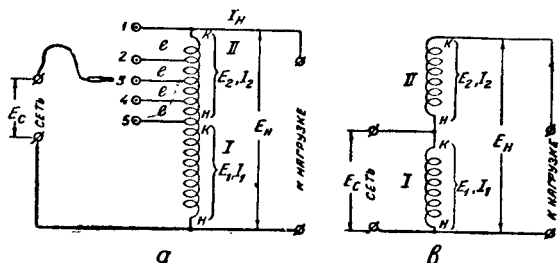

Рис. 17
Схемы автотрансформаторов, работающих на повышение напряжения, даны на рис. 17. Первая схема (а) относится к автотрансформатору, поддерживающему на зажимах нагрузки почти одно и то же напряжение E_N , независимо от величины напряжения в сети. Для этого одна из обмоток (II) делается с отводами, оканчивающимися обычно штепсельными гнездами. Вилка, соединенная
(рис. 17 б) предназначается для повышения напряжения сети при том условии, что напряжение сети не изменяется или же изменяется, но очень незначительно (на 5—10 В).
В этих формулах $E_{c \min}$ (рис. 17) представляет собой для схемы а минимальное напряжение сети, а для схемы б — просто напряжение сети E_c .
Напряжение e каждой секции обмотки II (рис. 17 а) находится следующим образом: